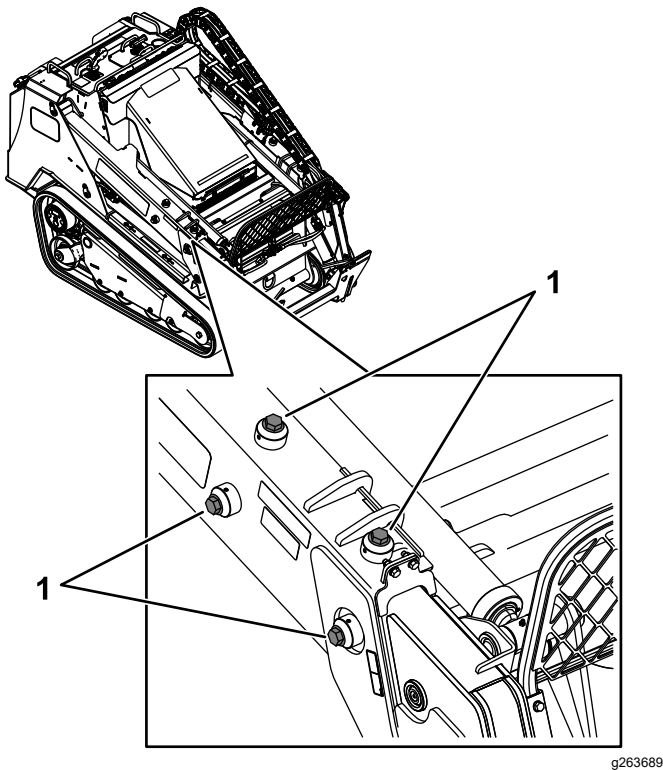

Figura 86
3. En cada brazo de carga, afloje el tornillo de fijación de los 4 tornillos de ajuste (Figura 86).